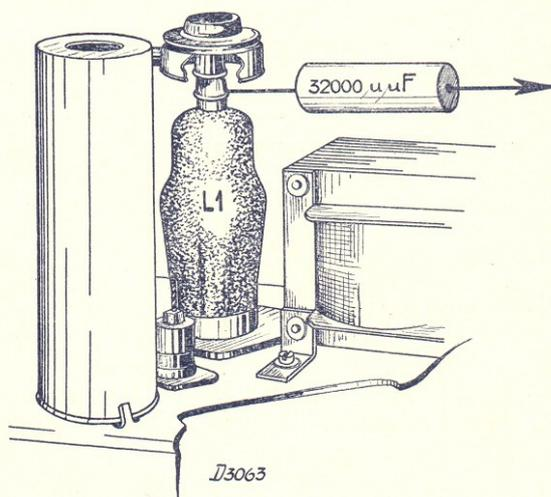

Fig. 2
4. Appliquer un signal modulé de 128 kc à travers  $32.000 \mu\text{F}$  sur la connexion du sommet de la lampe L1 (voir figure 2).